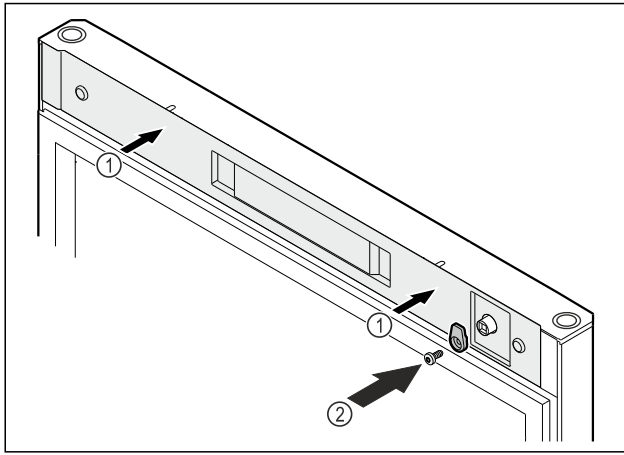

Fig. 54
- ▶ Встановіть кришку Fig. 54 (1).
- ▶ Накрутіть запірний гачок Fig. 54 (2).